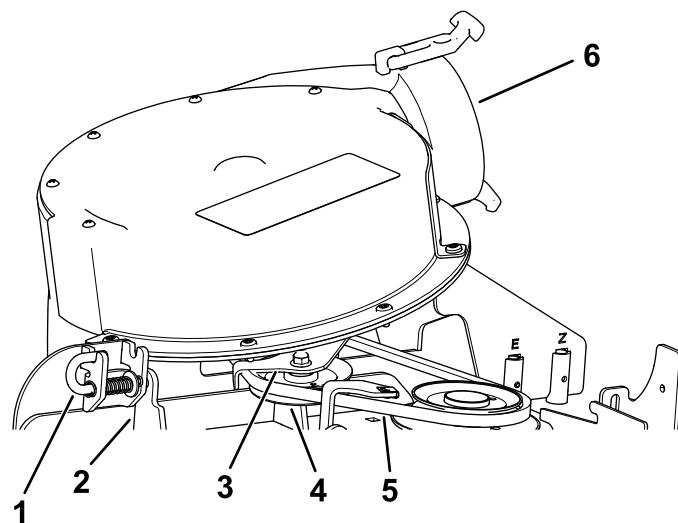

図 43
- 4. ラッチピンをロック位置から開放位置にする 図 43。
- 5. フロアアセンブリを閉じて、ラッチピンをシュートブラケットの穴に合わせる 図 43。